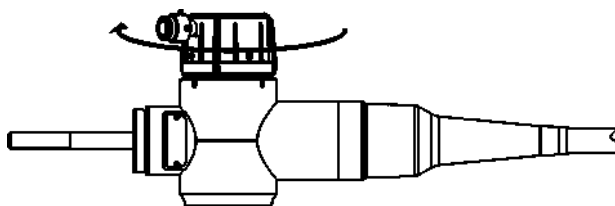

Рисунок 24.
2. Нажмите и проворачивайте водонепроницаемый колпачок по часовой стрелке (примерно на 90°), пока не услышите щелчок. Убедитесь, что водонепроницаемая крышка надежно прикреплена к эндоскопу (рисунок 24).